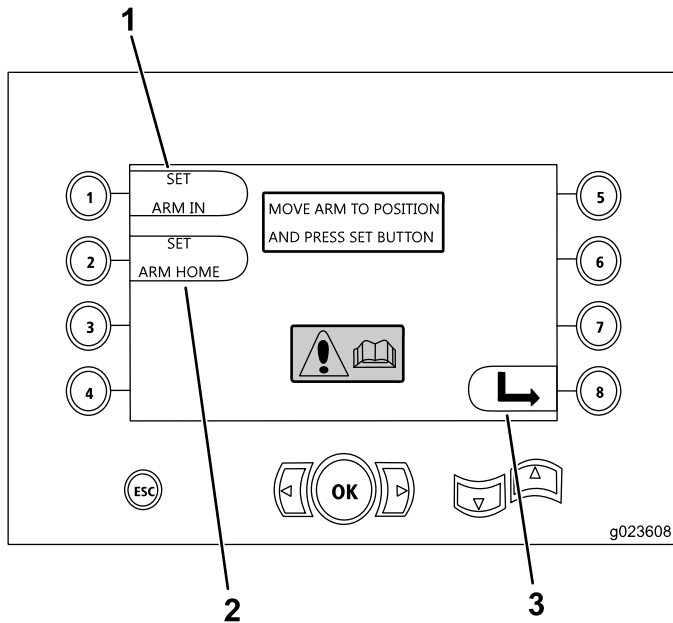

Рисунок 31
- Кнопка 1 – установка стрелы в положение «Внутрь» (Рисунок 31)
- Кнопка 2 – установка стрелы в положение «Исходное» (Рисунок 31)